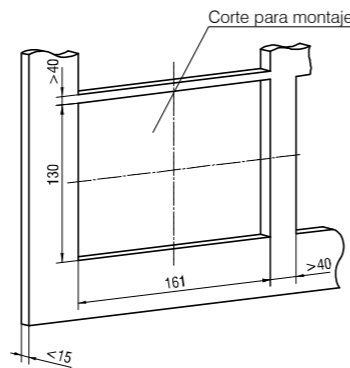

Fig. 2 Corte para montaje
- Preparar el corte para montaje según Fig. 2.